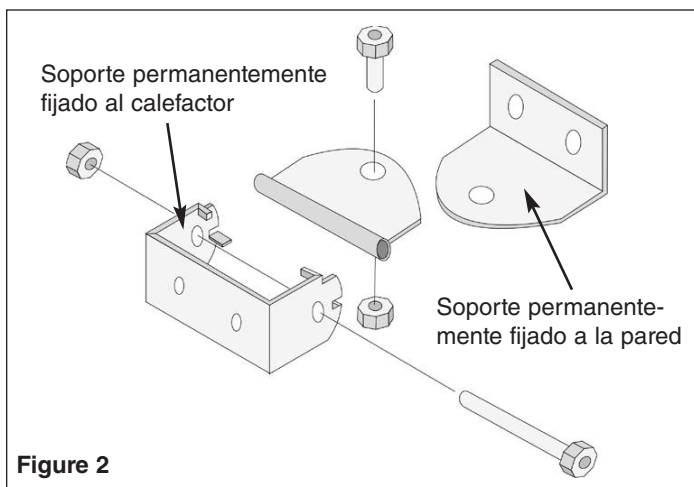

Figure 2
4. Este calefactor está destinado únicamente para montaje fijo en la pared u otra estructura estacionaria. Utilice el soporte de montaje suministrado con el calefactor (vea la Fig. 2). El calefactor debe montarse al menos a 7 pies (2.1 m) del piso. No monte el calefactor en el cielorraso. El extremo superior del calefactor debe ubicarse al menos a 8" (203 mm) del